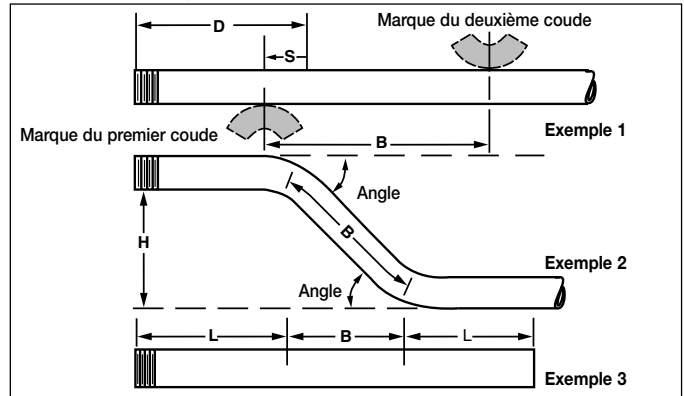

Figure 7
1. Déterminer l'angle de double coude souhaité. Rechercher le premier coude et le marquer à la distance (D) moins (S) de l'extrémité du tuyau en suivant la Section 7.2, « Instructions pour cintreuse à coups », numéros 2 et 3.
2. Rechercher la dimension (B) du Tableau de décalage 4, en utilisant le même angle de coude que pour la première marque.
**Remarque:** pour tout décalage requis (H), la dimension de tuyau maximum peut être cintrée aux angles répertoriés.
3. Marquer la deuxième mesure de cintrage (B) sur le tuyau, comme illustré (Figure 7, Exemple 1).